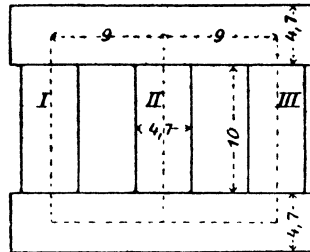

Fig. 167.
301. Ein Drehstromtransformator (Fig. 167) wird primär an eine Klemmenspannung von 40 [60] (120) V und 60 [50] (50) Perioden angeschlossen. Die sekundäre Spannung soll 65 [220] (440) V betragen. Die Wickelungen primär und sekundär sind in Sternschaltung verbunden. Der Querschnitt eines Kerns beträgt 20 cm^2 .
- der Magnetisierungsstrom, wenn die Abmessungen des Transformators der Fig. 167 entsprechen und jede Stoffuge gleich einem Luftzwischenraum von $0,005 \text{ cm}$ gerechnet wird,